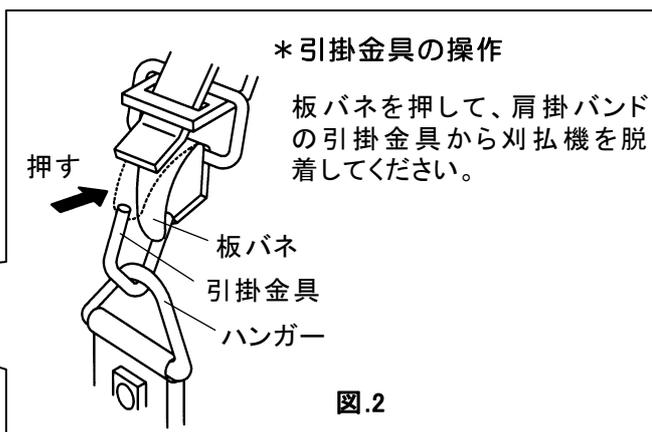

図.2
- ② 図.2 のように、肩掛バンドの引掛金具を刈払機のハンガーに取り付けてください。
- ③ 刈払機を身体の右側に吊り下げ、刈刃が地面と平行になるようにバンドの長さを調整してください。